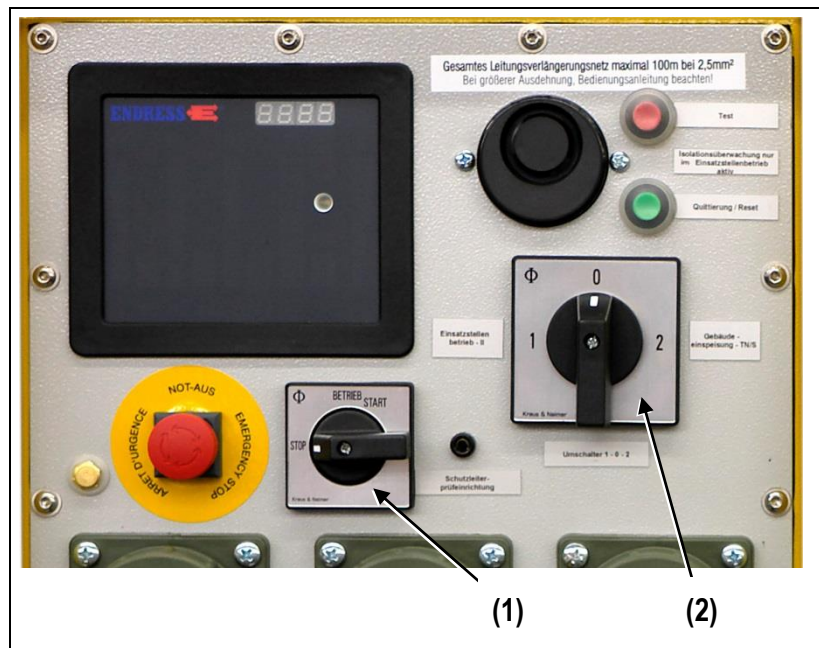

Fig. 5-2: Realización del modo de funcionamiento II / TN-S
Para ello, seleccione el modo de funcionamiento “Funcionamiento en el lugar de uso” en el conmutador (Fig. 5-2 (2))
3. Seleccione el modo de funcionamiento "Alimentación en el edificio" en el conmutador (Fig. 5-2 (2)).